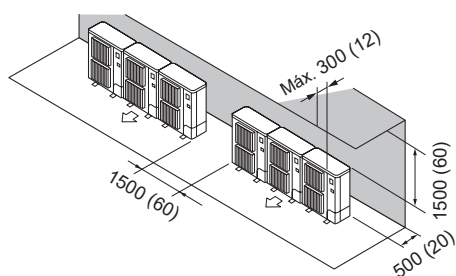

Fig. 2-13
- (2) Obstáculos sólo en la parte trasera y superior (Fig. 2-13)